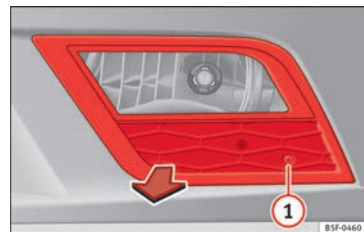

Abb. 101 Nebelscheinwerfer
- Entfernen Sie die Schraube » **Abb. 101** ① mit einem Schraubendreher aus dem Gitter des Nebelscheinwerfers.